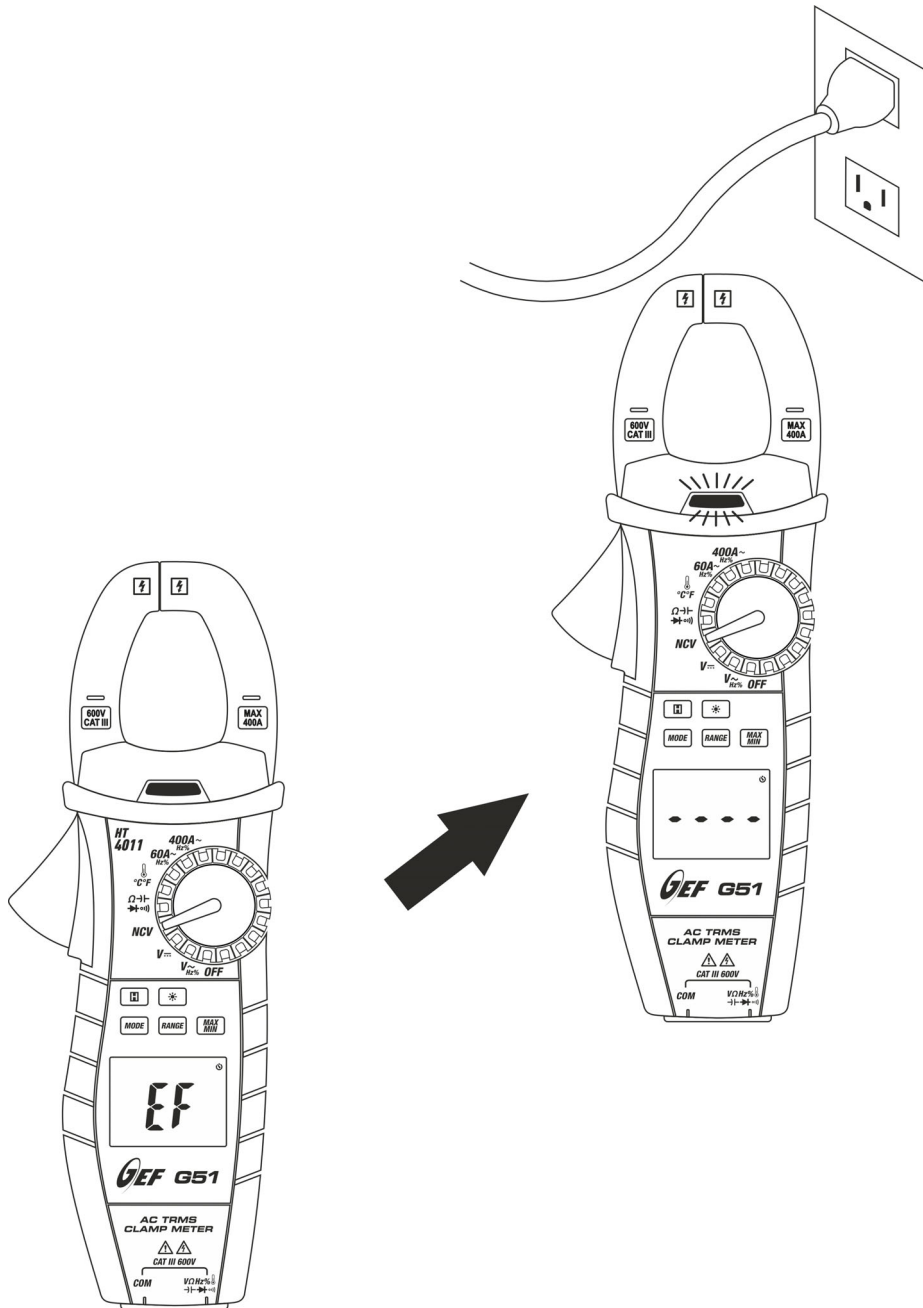

Fig. 4: Detección de Tensión CA sin contacto (NCV)
2. Mueva el instrumento a cerca del punto en examen (ver Fig.4)
4. Posicione las puntas de prueba en los puntos deseados del circuito en examen (vea Fig. 4). El valor de la frecuencia (Hz) o del duty cycle (%) se muestra en pantalla